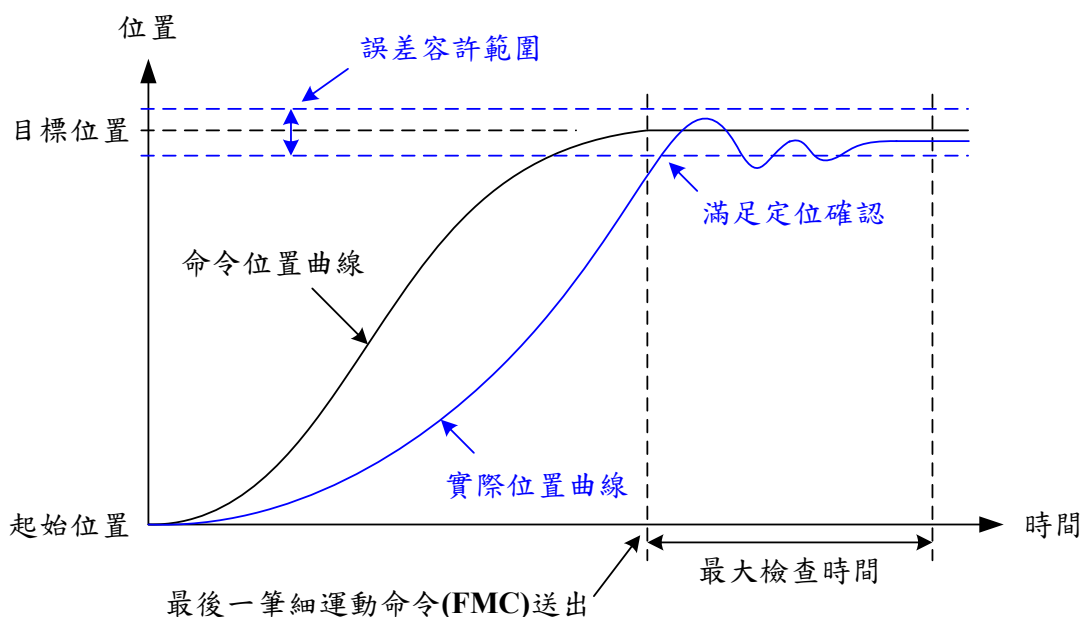

Figure 2.7.2 IPM_ONETIME_BLOCK 模式定位成功示意圖
當 Group 中各軸的位置誤差皆小於或等於定位誤差容許範圍(可以利用 `MCC_SetInPosToleranceEx()` 設定之，單位為 UU)，即滿足此模式定位條件(參考 Figure 2.7.2)。
2. 系統一旦判定定位確認成功，則不再進行定位確認判斷(表示會保持在定位成功的狀態，即使實際位置又離開定位容許範圍，參考 Figure 2.7.2)，直到有新的運動命令下達。